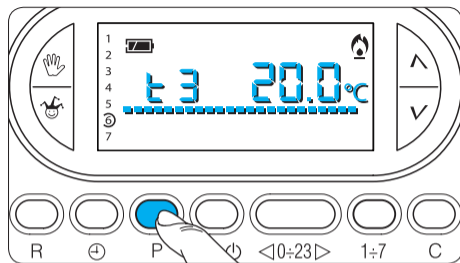

Fig. 35
8.6- Premere il pulsante **P** per confermare il valore della temperatura visualizzata sul display e per passare al livello di temperatura successivo (fig. 35).